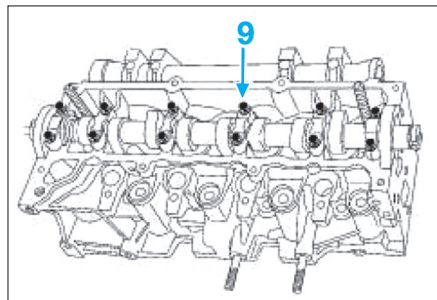

Fig. 74
- les vis (8) de fixation du couvre-culasse,
- les vis (9) des chapeaux de paliers d'arbre à cames (Fig.74),